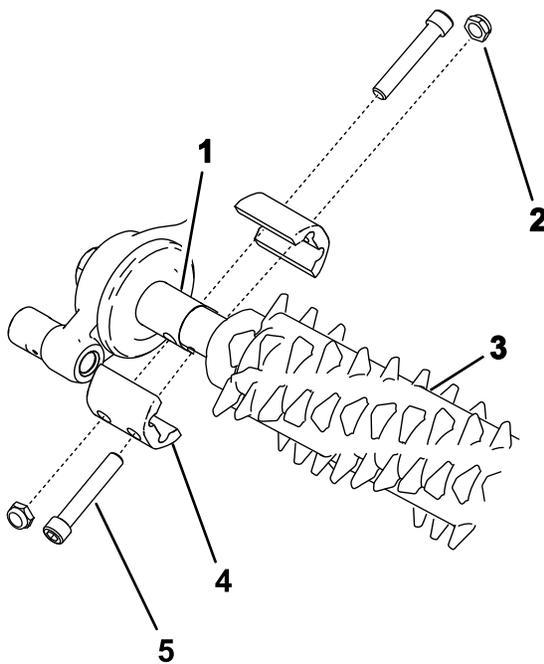

Bild 26
2. Fluchten Sie die Groomerspindel mit dem Groomerantrieb und der Spanscheibe aus (Bild 26).
4. Ziehen Sie die Schrauben, die die Groomerbaugruppe in Position halten, wie in Bild 26 dargestellt. Ziehen Sie die Schrauben auf ein Drehmoment von 5 bis 7 Nm an.